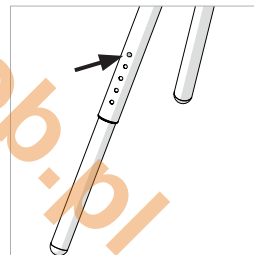

Abb. 3
- Drücken Sie den Verriegelungsstift des Innenbeins (**Abb.3**) und schieben Sie das Innenbein vorsichtig in die gewünschte Position heraus.
- Justieren Sie alle vier (4) Beine und achten Sie dabei darauf, dass alle auf die gleiche Länge eingestellt sind.